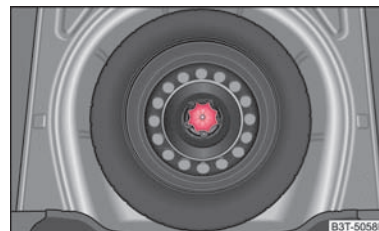

Abb. 198 Kofferraum: Reserverad
Das Reserverad liegt in einer Mulde unter dem Bodenbelag des Gepäckraums und ist mit einer Spezialschraube befestigt \Rightarrow Abb. 198.
- Verstauen und befestigen Sie das ausgewechselte Rad mit einer Spezialschraube in der Reserveradmulde ⇒ **Abb. 198**.